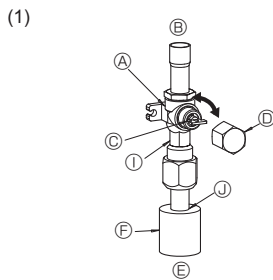
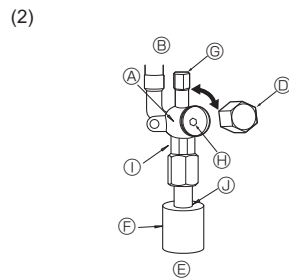

Fig. 4-6
Fig. 4-7
- (1) Lado do gás (Fig. 4-6)
- ① Remova a cápsula, puxe a alavanca na sua direcção e gire 1/4 de volta no sentido contrário aos ponteiros do relógio para abrir.
- ② Certifique-se de que a válvula de paragem esteja completamente aberta, empurre a alavanca e gire a cápsula de volta à sua posição original.
- (2) Lado do líquido (Fig. 4-7)
- ① Retire a tampa e rode a válvula para a esquerda o máximo que puder com uma chave sextavada de 4 mm. Pare de rodar quando esta alcançar o batente. (Ø9,52: Aproximadamente 10 rotações)